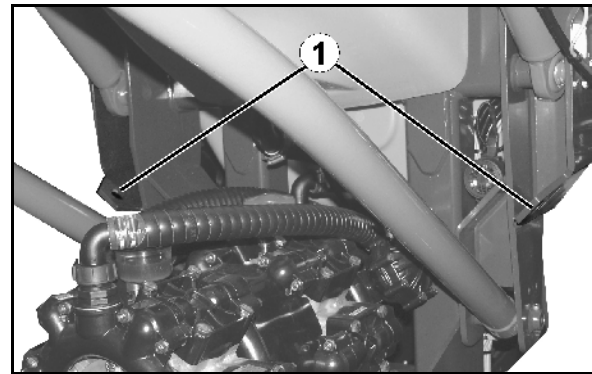

Fig. 4
- 2 Bagerste fastsurringspunkt (Fig. 4/1)